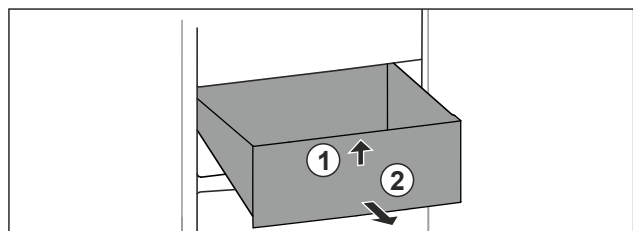

Fig. 25
- ▶ Nadzvedněte zásuvku vpředu. Fig. 25 (1)
- ▶ Vyjměte zásuvku dopředu. Fig. 25 (2)